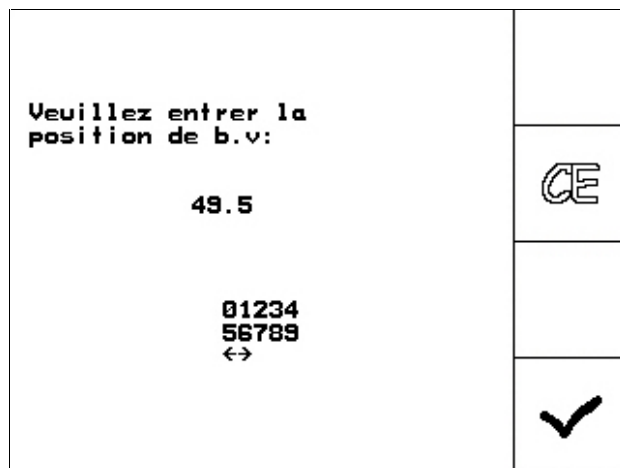

Fig. 49
-  confirmez les réglages et inscrivez sur la fenêtre menu qui s'ouvre, la valeur de l'échelle graduée qui est affichée par le levier du boîtier variateur sur l'échelle graduée (Fig. 49).